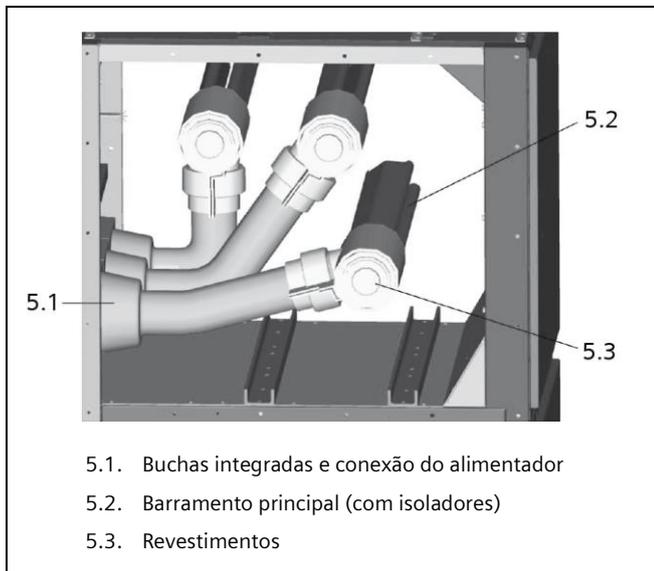

Fig. 5a: Compartimento de barramento
1.2.3 Compartimento de barramento (consulte a Fig. 5a, 5b)
- Revestimentos da junta (5.3, Fig. 5a)